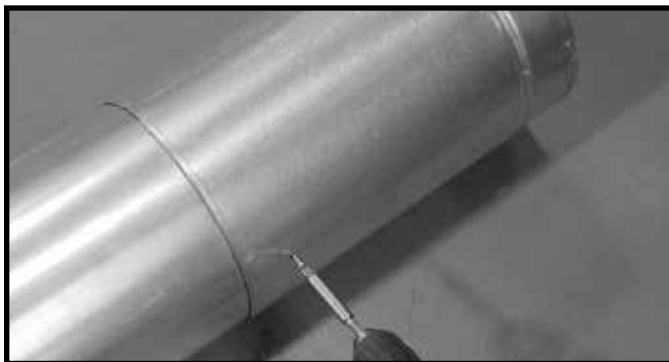

Figure 10.7 Vis de la section coulissante
- Fixer solidement le tuyau et la section coulissante à l'aide de deux vis dont la longueur maximale n'excède pas 13 mm (1/2 po), en utilisant les avant-trous de la section coulissante. Voir la Figure 10.7.